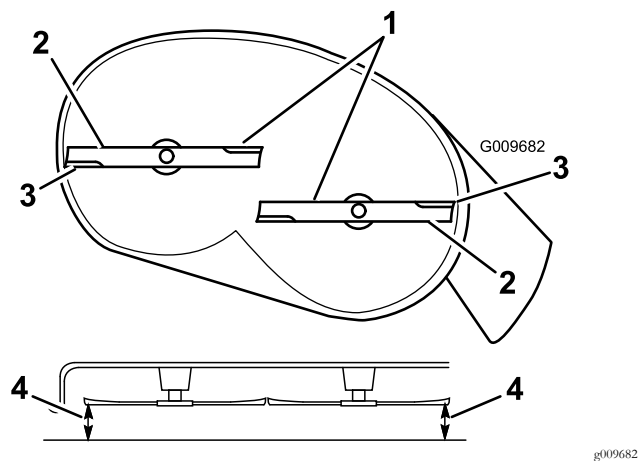
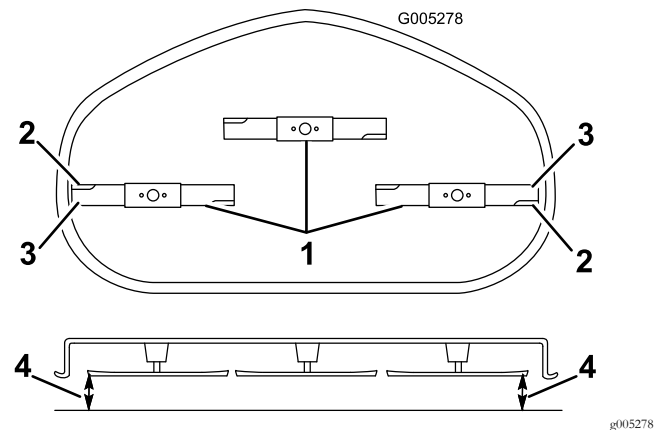

Figure 62
Figure 63
4. Faites pivoter les lames avec précaution pour qu'elles soient toutes parallèles (Figure 62 et Figure 63).
5. Mesurez la distance entre les tranchants extérieurs et la surface plane (Figure 62 et Figure 63).